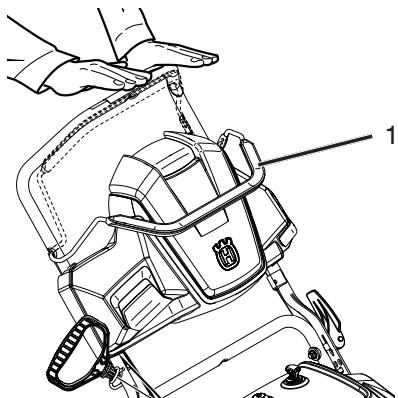

Figure 15
- Pour désengager les lames de la tarière, relâcher la barre de contrôle (Figure 15).